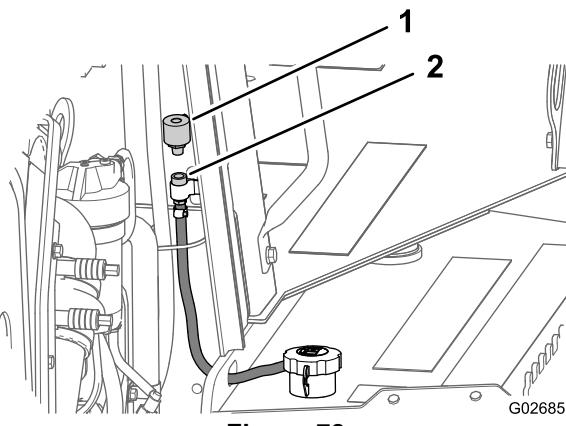

Figura 78
2. Na parte frontal do painel do compartimento do motor, remova o respiro da conexão do tubo girando o respiro no sentido anti-horário (Figura 78).
3. Instale um novo respiro na conexão do tubo, apertando-o manualmente (Figura 78).